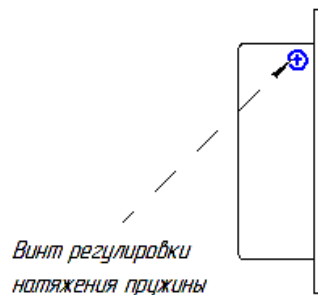

Рис.4
4.3. Регулировка натяжения втягивающей пружины осуществляется вращением винта на задней стенке замка (Рис.4). При вращении по часовой стрелке натяжение увеличивается, против часовой стрелки – уменьшается. Диапазон вращения винта около 35 оборотов.